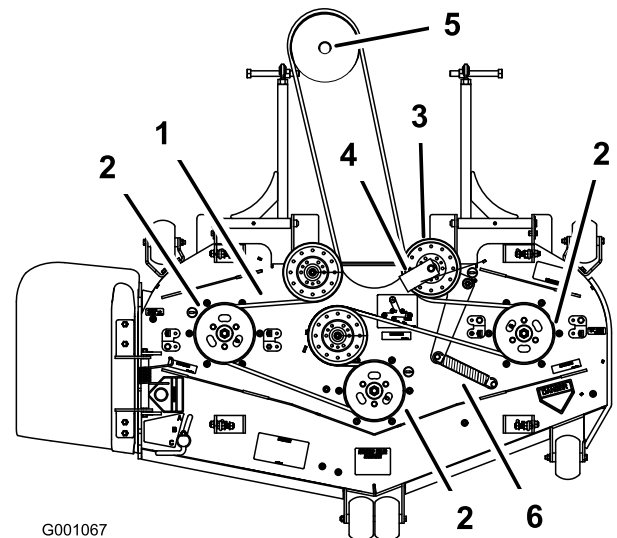

Figura 68
8. Instale a nova correia em torno das polias do cortador e da polia da caixa de velocidades sob o motor (Figura 68).
9. Instale a guia da correia na polia intermédia da mola a um ângulo de 45 graus, conforme ilustrado na Figura 68.
11. Instale a mola intermédia nas duas colunas (Figura 68).